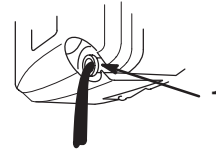

Bild 28
5. Kippen Sie den Rasenmäher auf seine **linke** Seite und lassen das Öl in das Gefäß ablaufen (Bild 28).